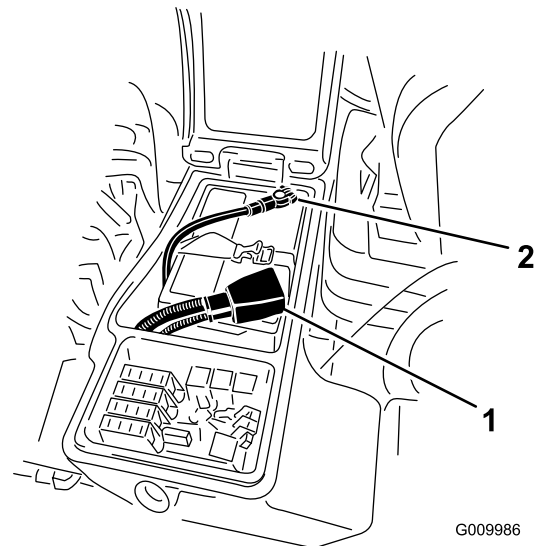

Figura 61
4. Conecte el cable positivo (rojo) al borne positivo (+) y el cable negativo (negro) al borne negativo (-) de la batería (Figura 61).